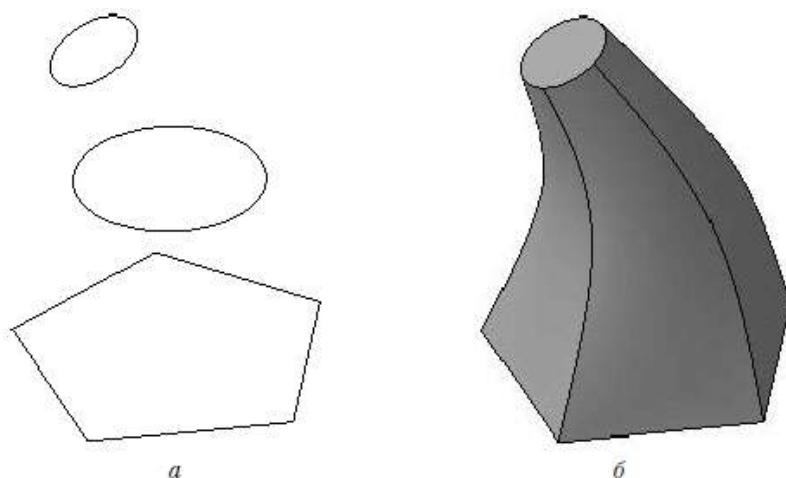

Рис. 3.8. Операция по сечениям: набор эскизов в пространстве (а), сформированный трехмерный элемент (б)
• **Операция по сечениям.** Трехмерный элемент создается по нескольким сечениям-эскизам (рис. 3.8). Эскизов может быть сколько угодно, и они могут быть размещены в произвольно ориентированных плоскостях. Эскизы должны быть замкнутыми контурами или незамкнутыми кривыми. В последнем эскизе может размещаться точка.